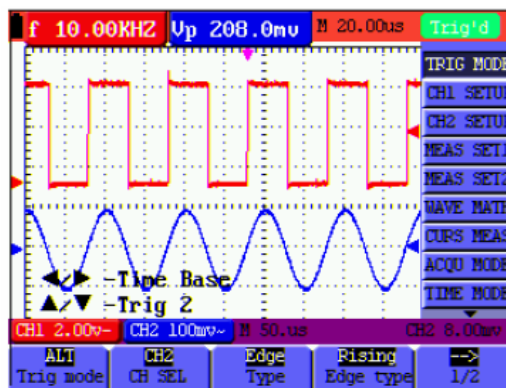

Рис. 10: Регулировка **кан2**
4. С помощью кнопок (◀/▶ влево/вправо) выбрать значение **Кразв** и (▲/▼ вверх/вниз) выбрать значение уровня запуска **кан 2** (см. рис.10).